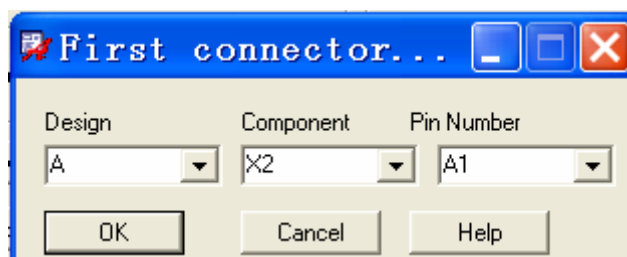

图 7-18 设置第一块板连接器的参数
- d. 设置 First Connector Pin Name(From)Window 中的参数如下：图 7-18